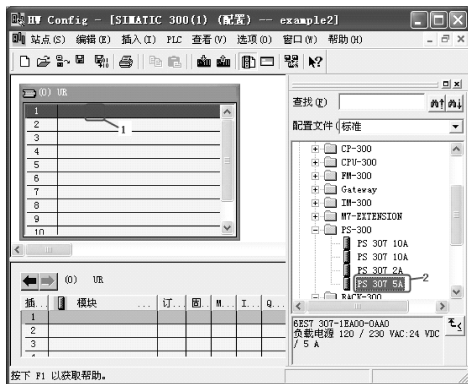

图 3-25 插入电源模块
6) 插入电源模块。在硬件组态界面中，先选中“1”处，再双击“PS 307 5 A”，电源模块自动安装到 1 号槽位，如图 3-25 所示。也可以用鼠标的左键选中“PS 307 5 A”，并按住不放，将电源模块拖至 1 号槽位。